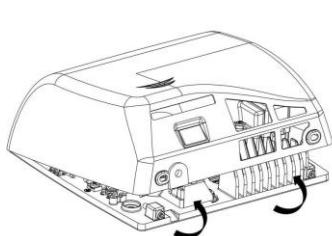
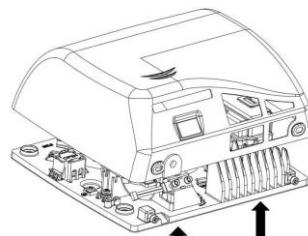

Fig. 2
Fig. 3
2. Nehmen Sie das Gehäuse ab, indem Sie es leicht geneigt halten, bis der obere Befestigungsverschluss ausrastet (siehe Abbildung 2). Entfernen Sie das Gehäuse senkrecht ohne dabei gegen den Innenraum des Gerätes zu stoßen (siehe Abbildung 3).